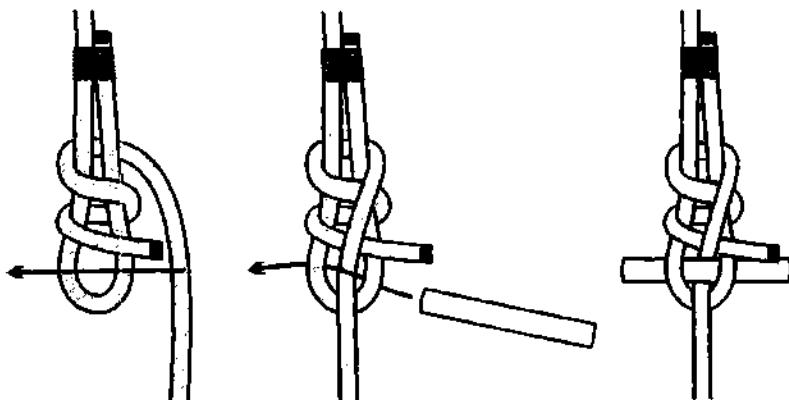

Рис. 899. Гинцевый узел.
**Гинцевый узел** – это **быстро-раздающийся брам-шкотовый узел** с клевантом (рис. 899). **Гинцевый узел** способен выдержать